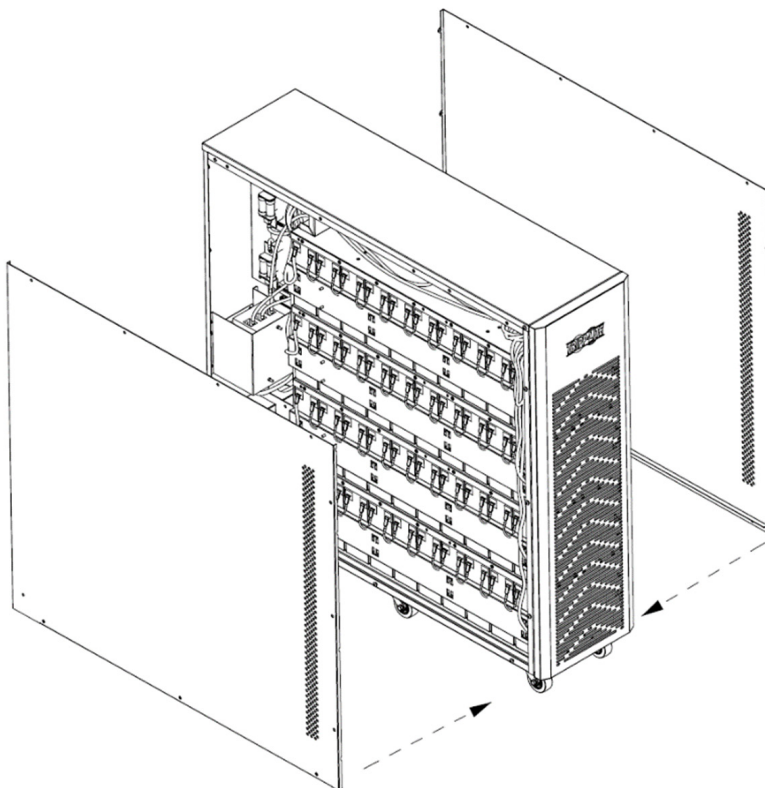

Figure 5-29
41. Réinstaller les plaques de droite et de gauche (Figure 5-29).